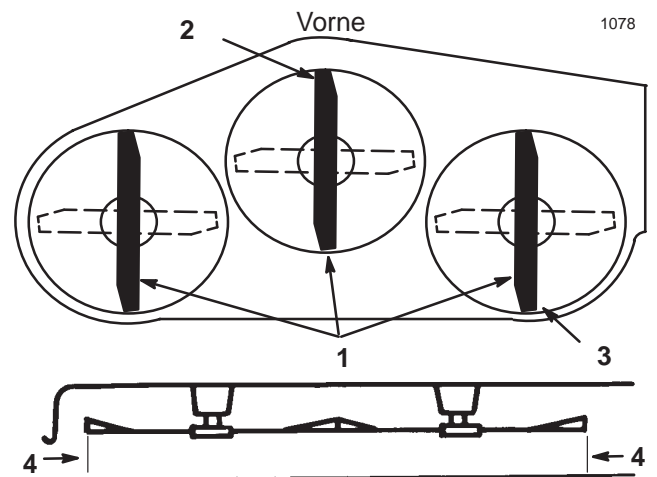

Bild 42
- Stellen Sie die Schnitthöhe auf 76 mm und drehen Sie die Messer vorsichtig, so dass sie in Längsrichtung zeigen (Bild 42).
- Messen Sie zwischen der Messerspitze vorne und hinten und der ebenen Fläche (Bild 42). Stellen Sie, wenn die vordere Schnittmesserspitze nicht um 1,6–7,9 mm tiefer liegt als die hintere, die vorderen Drehzapfenstangen ein.
- Befestigen Sie, nachdem Sie beide Jochs der Drehzapfenstangen gleichmäßig eingestellt haben, die Jochs mit den Splints. Kontrollieren Sie noch einmal die Neigung von vorne nach hinten. Stellen Sie die Jochs so lange ein, bis die vordere Schnittemesserspitze um 1,6–7,9 mm tiefer liegt als die hintere Spitze (Bild 42).